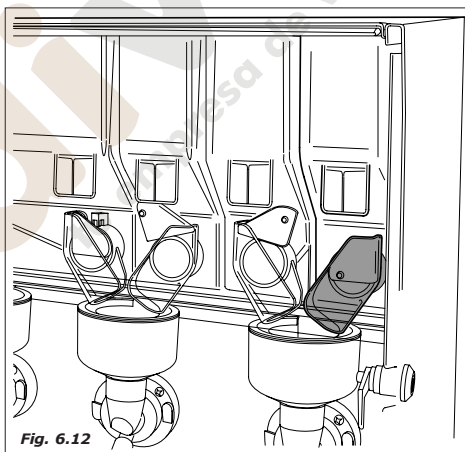

Fig. 6.12
- Al completar la carga de agua, realizar un lavado de todas las batidoras para limpiar todos los conductos y eliminar eventuales residuos en la caldera (Fig. 6.12).